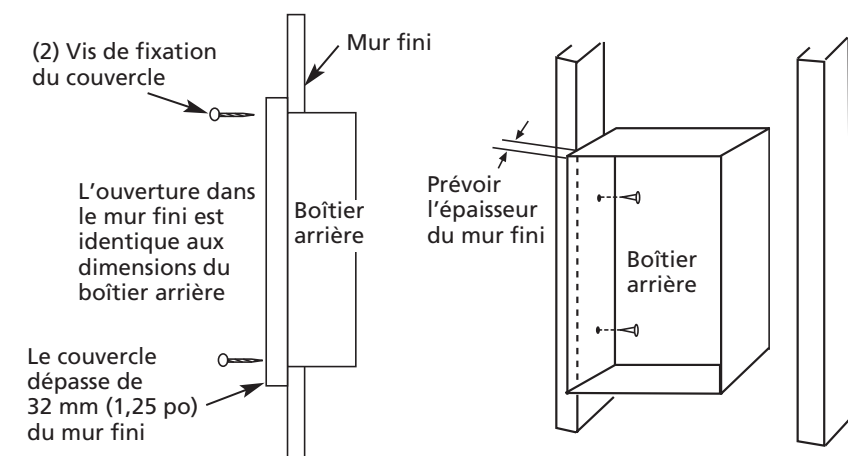

Figure 2
- Déterminer le côté du boîtier arrière qui doit être monté contre un montant ou une solive (voir la Figure 2). Tenir compte de l'épaisseur de la surface finie lors de l'installation du boîtier arrière. Le boîtier arrière doit être installé de manière que son rebord affleure la surface finie. Des marques pour une paroi d'épaisseur de 13 mm ou de 16 mm (1/2 po ou 5/8 po) sont indiquées sur le côté du boîtier arrière.
3. Placer le boîtier arrière sur le montant ou la solive prévus et fixer solidement avec deux clous ou vis, comme indiqué à la Figure 2.
**REMARQUE B :** Les avant-trous pour une vis à tôle n° 8 ont été percés dans les côtés du boîtier arrière (voir la Figure 2).
1. Déterminer le côté du boîtier arrière qui doit être monté contre un montant mural ou une solive (voir la Figure 2).
6. Ajuster le boîtier arrière dans l'ouverture en faisant glisser le câble d'alimentation en position. Le boîtier arrière doit être installé avec le rebord avant au même niveau que la surface finie. Fixer solidement le boîtier au montant avec deux clous ou vis dans les trous prévus à cet effet dans le boîtier arrière (voir la Figure 2).